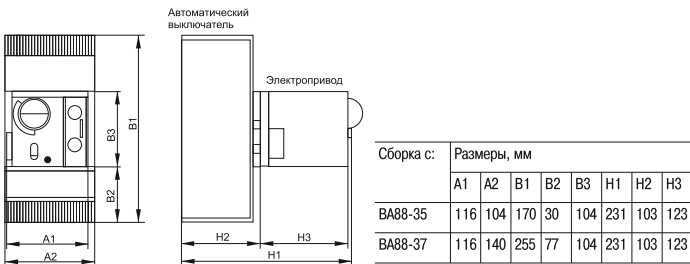

Рисунок 2 – Габаритные размеры электропривода ЭП-35/37 в сборе с автоматическим выключателем
6.5 Электрические соединения при монтаже электропривода должны осуществляться в соответствии со схемой (рисунок 2) многопроволочными гибкими изолированными проводами сечением не менее 0,35 мм².